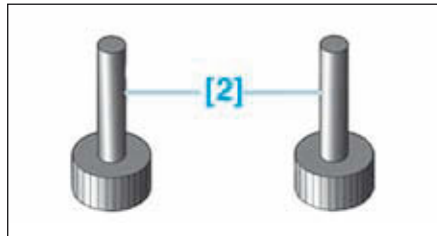

FIG.58
- [2]. Obturateur (référence : 1520-B/5705-T) (Fig.58).